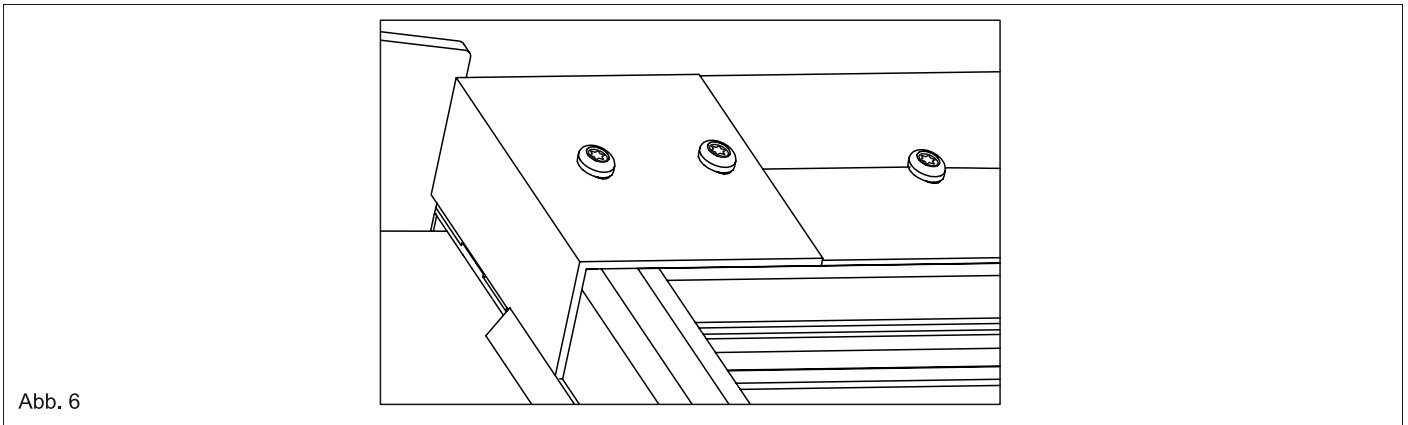

Abb. 6
6. Knicken Sie überstehende Enden von den Wandprofildichtungen, die an den Sparrenabdeckungen sitzen, nach unten und befestigen Sie den Abschlusswinkel mit jeweils 2 Bohrkopfschrauben an den Sparrenabdeckungen fest. Siehe Abb. 6.